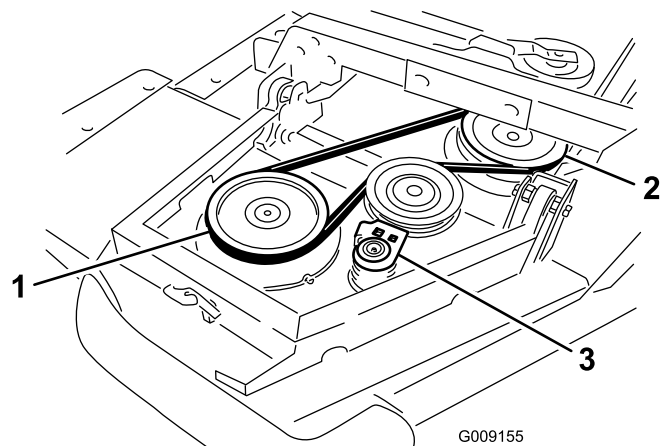

図 5
- ・ まず、ウイングレットのスピンドルプーリから前デッキのスピンドルプーリにベルトを掛ける（図 5）。
- ・ ラチェットレンチのようなものを使って、アイドラプーリをプーリから引き離す（図 5）。